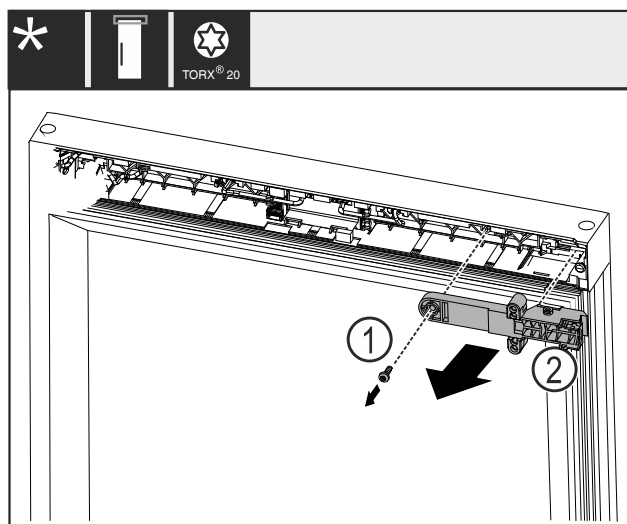

Fig. 21
- Odstraňte šroub Fig. 21 (1).
- Odstraňte přídržný díl zámku Fig. 21 (2).